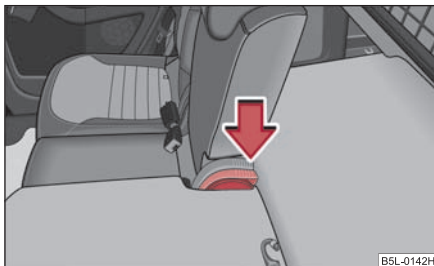

Fig. 90 Rabatarea în spate a spătarului scaunului
- Apăsăți maneta ⇒ fig. 90 și rabatați spătarul scaunului la loc. Asigurați-vă că spătarul scaunului este fixat.